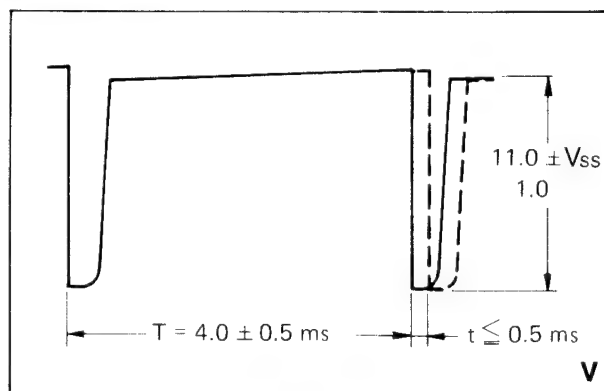

Bild 3-15
2. Tastkopf an TP 2, es sollen Impulsintervalle von  $T = 4$  ms sichtbar sein. Abweichungen „t“ kleiner als 0,5 ms (Bild 3-15).